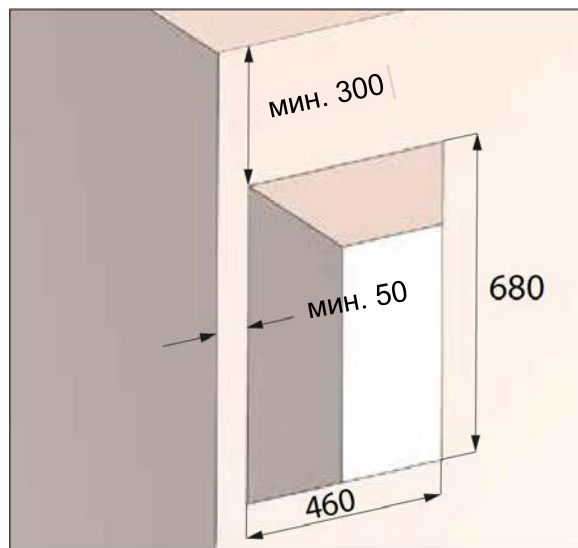

Рис. 9: стенной проем для монтажного комплекта со вставкой-заполнителем, размеры в мм
- Стенной проем полностью (см. рис. 9) для монтажного комплекта **со** вставкой-заполнителем M-WRG-II M/Fü
- Стенной проем полностью (см. рис. 9 на стр. 18) для монтажного комплекта **со** вставкой-наполнителем M-WRG-II M/Fü